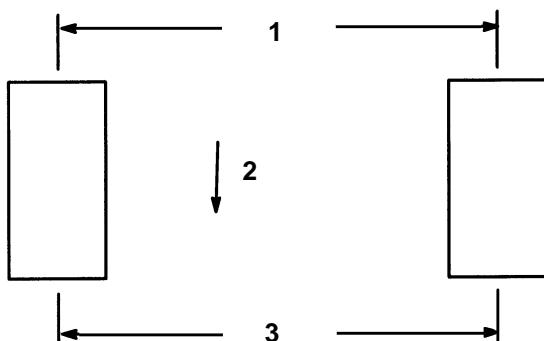

Bild 29
1. Messen Sie den Abstand zwischen beiden Vorderreifen auf Achshöhe (an der Vorder- und Rückseite der Räder) (Bild 29). Das vordere Maß muß mit einem Spielraum von 3 mm mit dem hinteren identisch sein.